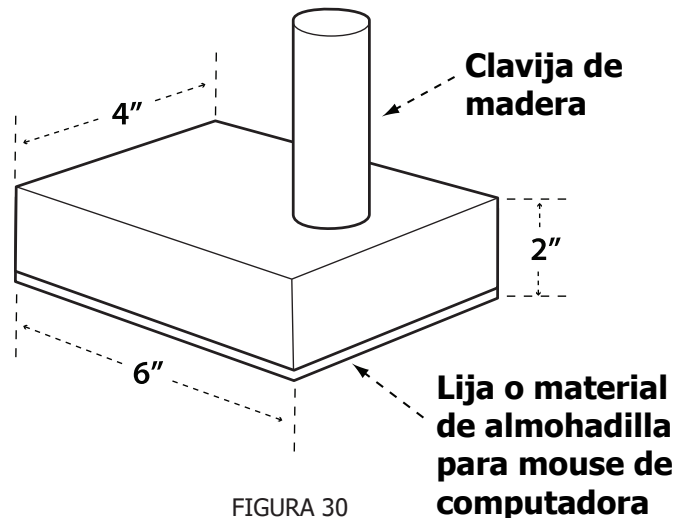

FIGURA 30
3. Pegue un trozo de material áspero o liso tal como una lija o caucho a la parte inferior del bloque para sujetar la pieza de trabajo (las almohadillas para mouse de computadora son adecuadas para esto). (FIGURA 30)